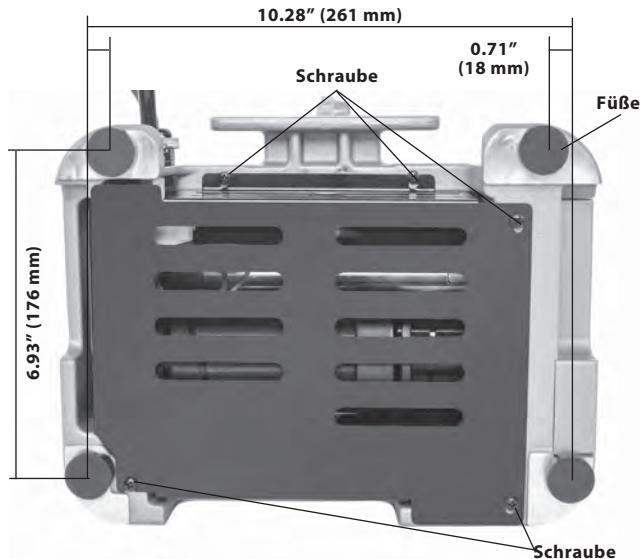

Abbildung 16 – Schrauben der unteren Abdeckung
2. Lösen Sie die fünf Schrauben, die die untere Abdeckung (*Abbildung 16*) halten, und entfernen Sie die Abdeckung (einige Schrauben bleiben an der Abdeckung).